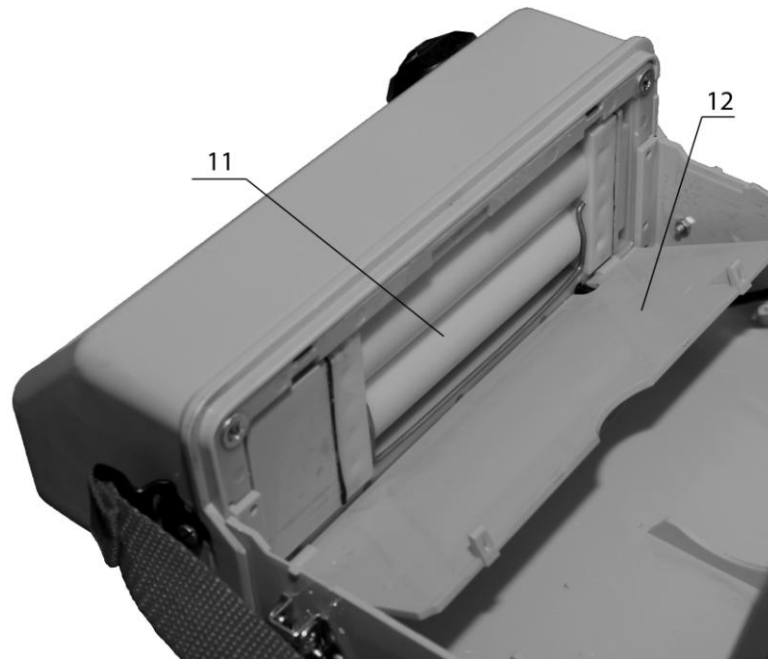
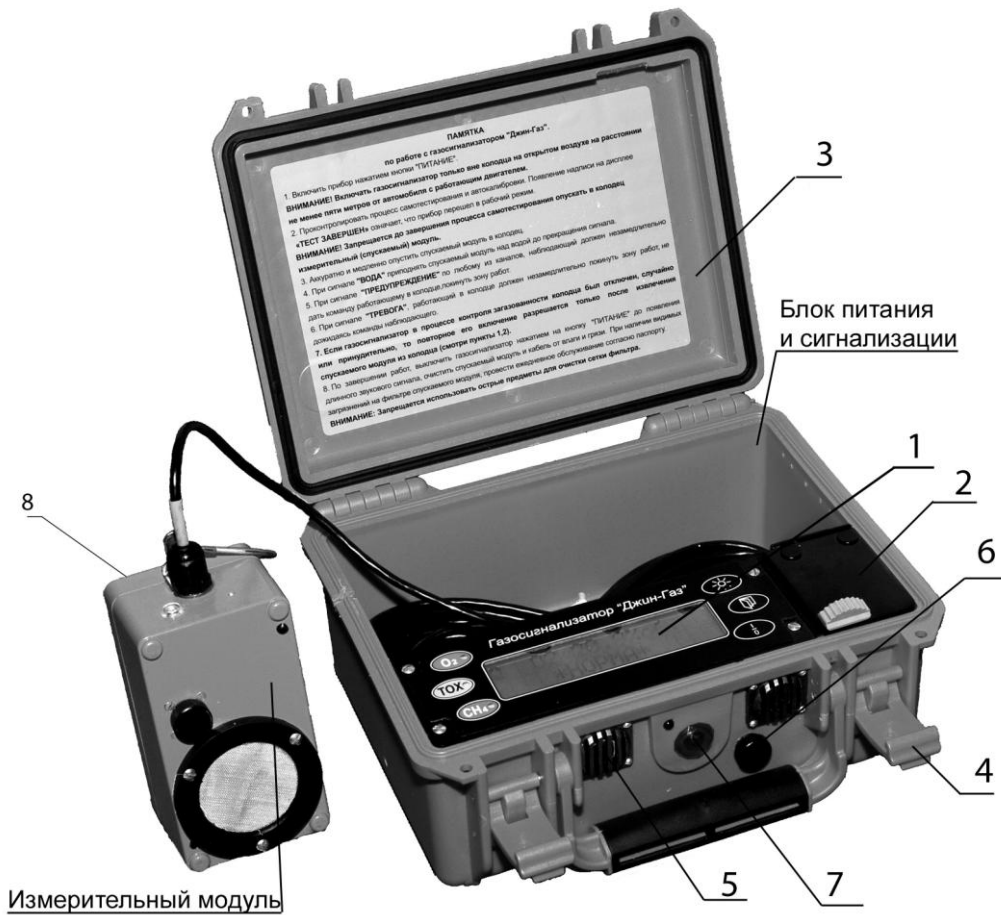
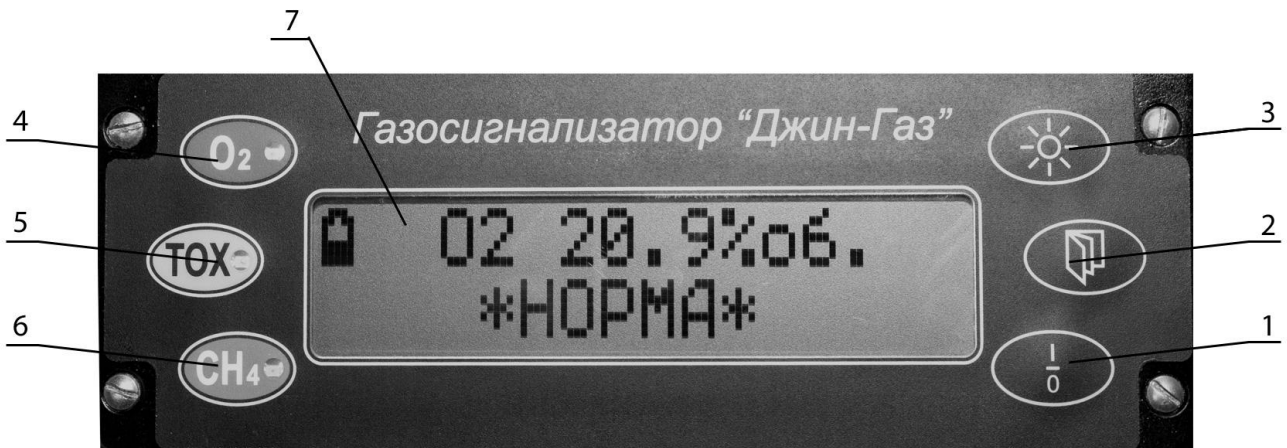

Рисунок 1. Общий вид газосигнализаторов «Джин-газ» ГСБ-3М-01 и ГСБ-3М-02:
Рисунок 2. Общий вид газосигнализатора «Джин-газ» ГСБ-3М-05/06/07
Рисунок 3. Лицевая панель газосигнализатора «Джин-газ» ГСБ-3М-05/06/07
4.1 Газосигнализатор, представляет собой конструкцию, состоящую из блока питания и сигнализации (Рисунок 1, исполнение ГСБ-3М-01 и ГСБ-3М-02, и рисунок 2, исполнение ГСБ-3М-05, ГСБ-3М-06 и ГСБ-3М-07), собранного в корпусе с откидывающей крышкой и двумя запирающими устройствами, и измерительного модуля, собранного в герметичном ударопрочном прямоугольном корпусе из поликарбоната с антистатическим покрытием, который соединен с блоком питания и сигнализации трехжильным экранированным несущим кабелем длиной до 50 м (базовый вариант поставки – 7 м).
4.2.1 Для газосигнализаторов «Джин-газ» ГСБ-3М-01 и ГСБ-3М-02 органами управления и индикации являются (Рисунок 1):
- кнопка ПИТАНИЕ (1), предназначенная для включения и выключения прибора, и индикатор зеленого цвета ПИТАНИЕ (1);
- индикатор зеленого цвета НОРМА (2);
- индикатор красного цвета ВОДА (3);
- индикаторы красного цвета сигналов ПРЕДУПРЕЖДЕНИЕ по каждому из каналов (4);
- фонарь дополнительной тревожной сигнализации (5);
4.2.2 Для газосигнализаторов «Джин-газ» ГСБ-3М-05, ГСБ-3М-06 и ГСБ-3М-07 органами управления и индикации, расположенные под откидывающейся крышкой блока питания и сигнализации, являются (Рисунок 3):
- кнопка ПИТАНИЕ (1), предназначенная для включения и выключения прибора;
- кнопка ВЫБОР ЭКРАНА (2);
- кнопка СВЕТ (3);
- ЖК табло (7);